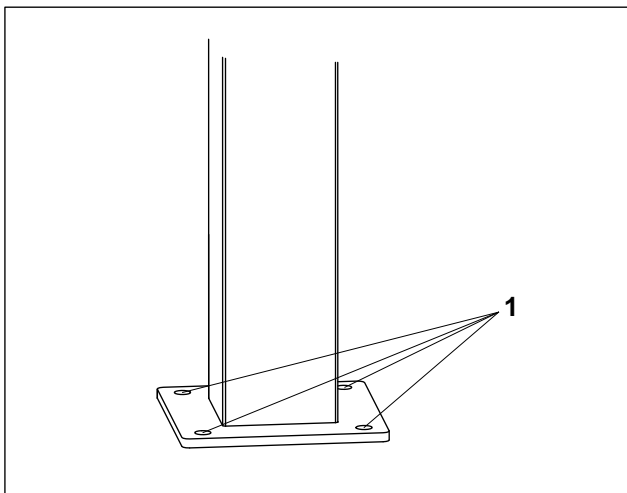

Fig. 4 Embase de la borne
2. Repérez l'emplacement des quatre trous à l'aide de l'embase (fig. 4/1) de la borne sur la semelle.